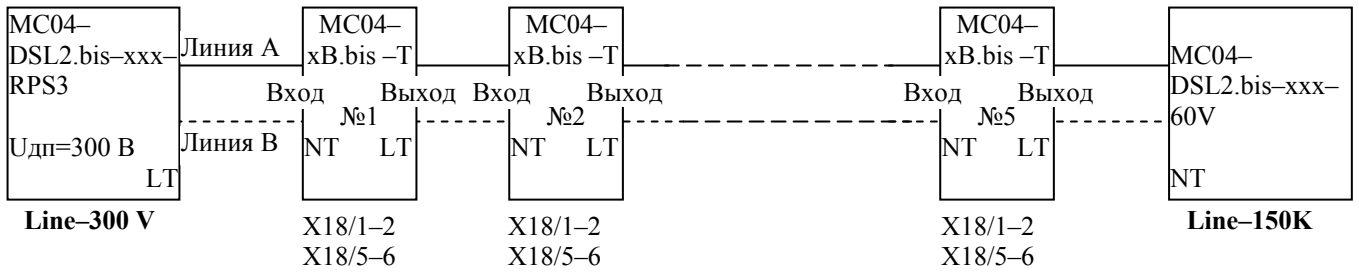

Рис. 9. Схема одностороннего дистанционного питания регенераторов.
7.3.3. Установки по контактам X18 в регенераторе задают режим (см. рис. 9 и 10):
7.3.5. Установки по X18 в регенераторах и шнура питания линии в модемах для типовых линейных трактов даны на рис. 9...12:
рис. 9 – в модеме LT с установкой шнура **Line–300V** в линию подается напряжение ДП, в модеме NT с установкой **Line–150k** линия шунтируется резистором 150 кОм, который задает ток обтекания 1–2 мА последнего регенерационного участка;
- **Line–150k** – для линейного тракта с ДП (по рис. 9);